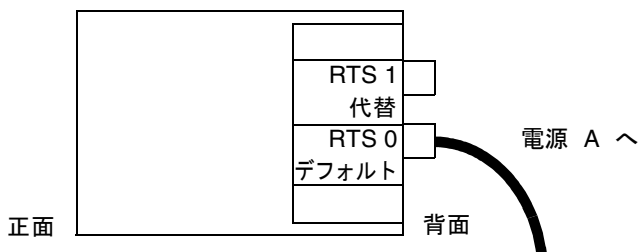

図 3-4 1つのRTUアセンブリおよび1つのAC電源での構成
- 1つのRTUアセンブリおよび1つのAC電源を使用する構成では、システムの背面左側に1本のケーブルを接続します(図3-4)。デフォルトのRTSユニットと同じ電源を使用するコンセントに代替RTSユニットを接続することはできません。信頼性が損なわれることになります。